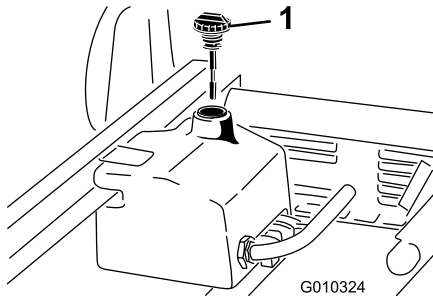

Figura 72
4. Curăai zona din jurul buonului i a capacului rezervorului de ulei hidraulic (Figura 72).
6. Îndepărtați joja (Figura 72) de la buon i tergei-o cu o lavetă curată.